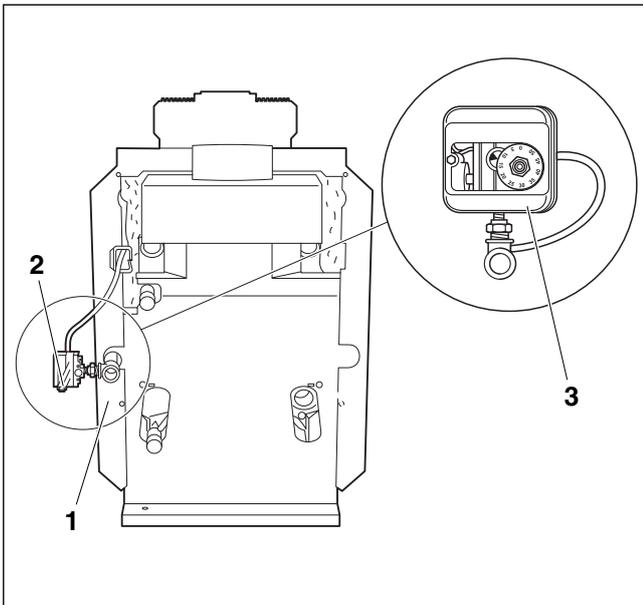

Рис. 45 Установка прибора контроля давления газа
- ▶ Установить прибор контроля давления газа (→ рис. 45, [2]) на газопровод непосредственно на патрубок для подключения газа (→ рис. 45, [1]) на отопительном котле вместе с регулировочным диском (→ рис. 45, [3]) так, чтобы он смотрел вверх или наружу (используя переходник).